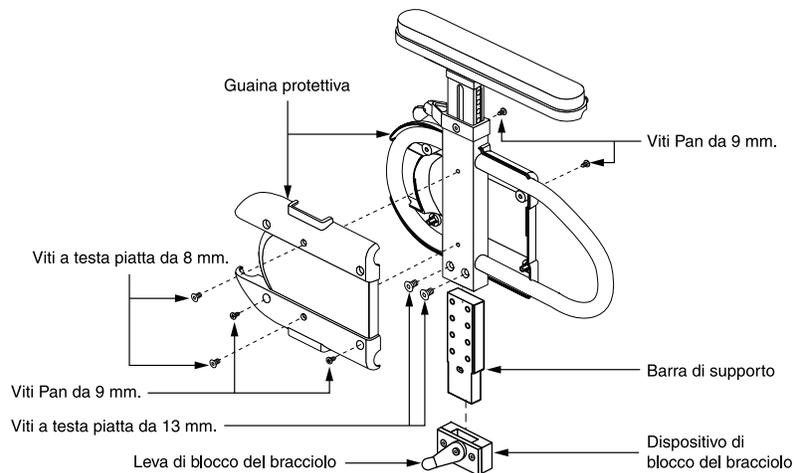

Figura 9. Regolazione altezza minima braccioli removibili a regolazione rapida
1. Con il cacciavite Phillips, togliere le 4 (quattro) viti Pan da 9 mm. Si veda figura 9.